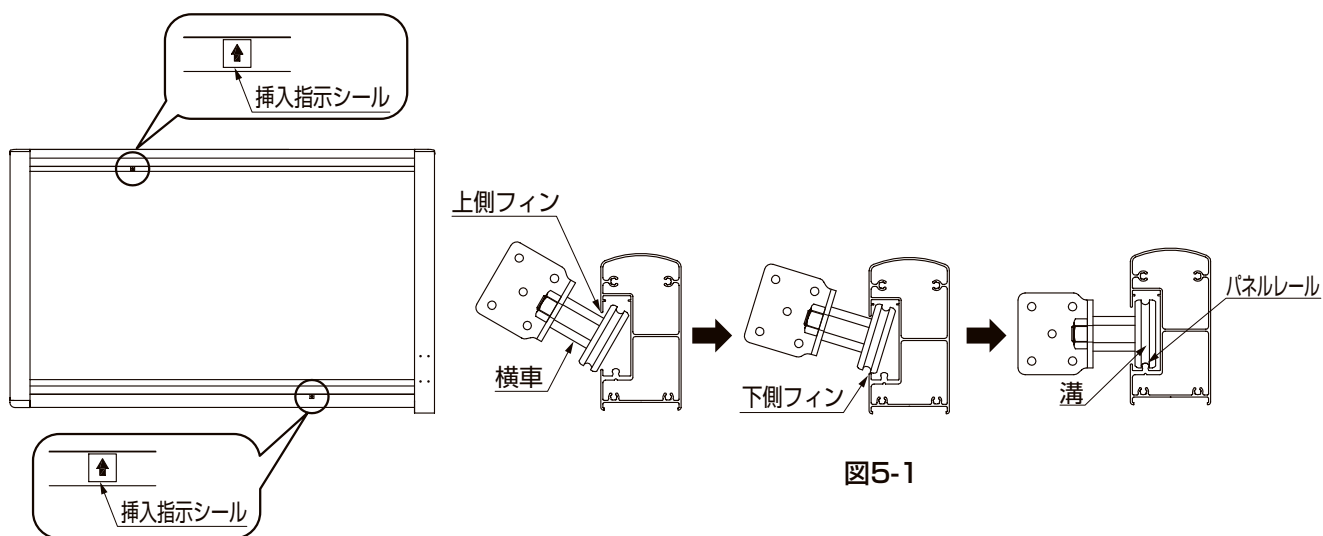

図5-1
- ① 挿入指示シールの位置確認をしてください。
- ② 横車を傾けて上側フィンと下側フィンに注意しながら挿入してください。(図5-1参照)
- ③ 横車挿入後は、横車の溝とパネルレールがはまっているのを確認してから挿入指示シールを剥がしてください。